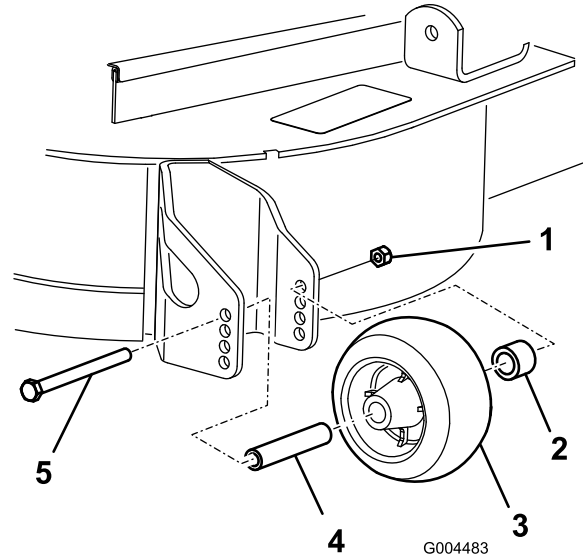

Figura 8
3. Después de ajustar la altura de corte, ajuste los rodillos retirando la tuerca con arandela prensada, el casquillo, el espaciador y el perno (Figura 8).
5. Instale la tuerca con arandela prensada, el casquillo, el espaciador y el perno. Apriete a 54–61 Nm (Figura 8).